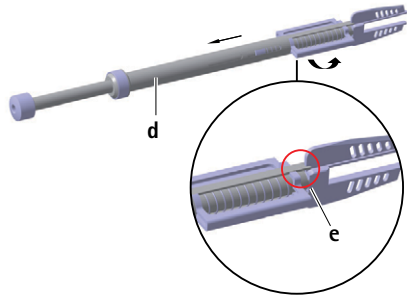

Abb. 3
- Nut **e** an Käfig **d** in den Meißelsteg einrasten, siehe Abb. 3.